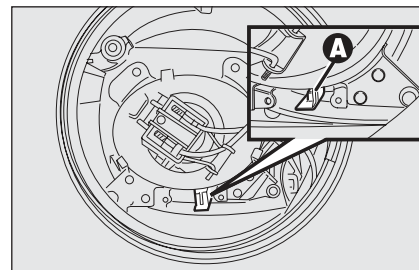

fig. 84
- ☐ move lever **A-fig. 84** aside.